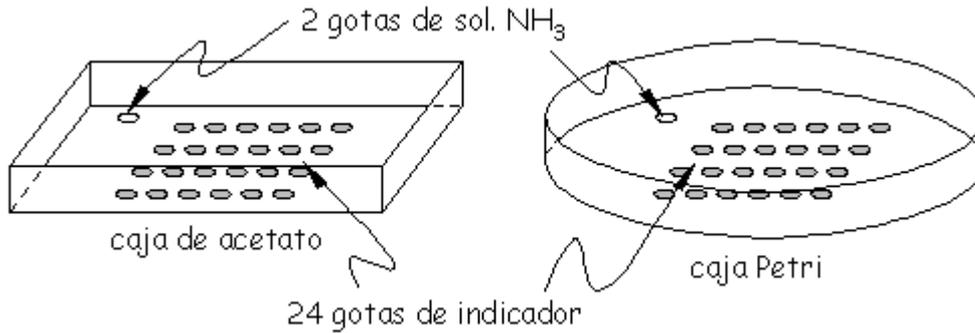

Figura 3
4. Con un gotero o una pipeta de plástico, deposita 24 gotas de la solución de indicador de col morada (o cualquier otro indicador ácido-base) en el fondo de la caja de Petri o de la caja de acetato que se preparó en los pasos 1 a 3, de acuerdo con la distribución que se muestra en la Figura 3.
5. Deposita 2 gotas de solución de amoníaco en una de las esquinas de la caja (Figura 3). Tapa INMEDIATAMENTE la caja Petri con su tapa (o la caja preparada en los pasos 1 a 3, con la otra lámina de acetato).